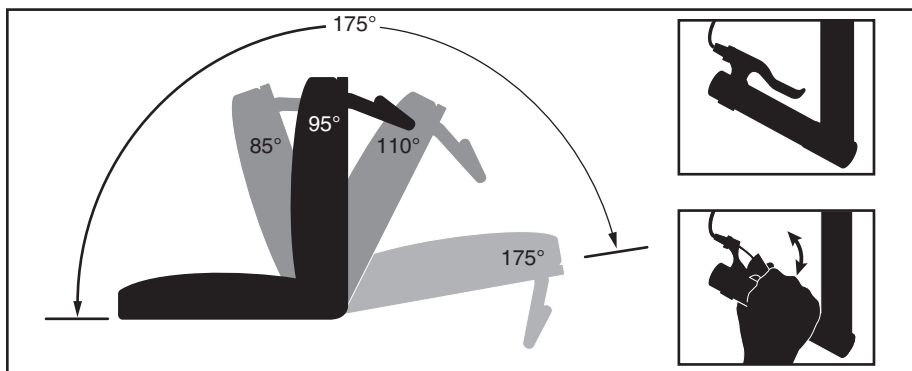

Figura 22. Ángulos de inclinación mínimo y máximo
Si su sistema de posicionamiento eléctrico TRU-Balance 3 está equipado con la opción de reclinación manual, podrá ajustar el respaldo en ángulos que van de la mínima (85° con respecto a la base del asiento) a la máxima inclinación posible (175°). **Ver figura 22.** Cuando el asiento está reclinado por encima de 110°, la silla bloqueará todo el sistema. La reducción del ángulo de inclinación por debajo de 110° volverá a activar los motores.
2. Apriete la palanca de inclinación y coloque el respaldo en el ángulo deseado. **Ver figura 22.**